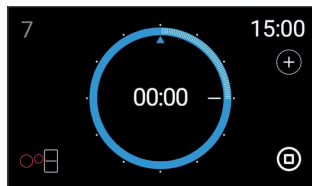

fig. 7
- 1 Efter att ha valt tidsinställning för timern, tryck på symbolen  (fig. 7) som då tänds med blå färg. När man tar bort fingret, visas alternativet "Lägg till ljudlarm" från den nedre marginalen och uppåt. Man kan lägga till flera ljudlarm för varje platta. "Ljudlarmet" registreras inne i tidsringen med en blå triangel. Ljudlarmen kan modifieras vid valfri tidpunkt.
- 2 För att radera ett «Ljudlarm», dra den blå triangeln (fig. 7) till position 00:00 för tidsringen.